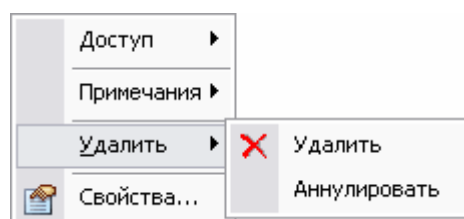

Рис. 206
2. В появившемся контекстном меню выберите подменю **Удалить** (Рис. 206).